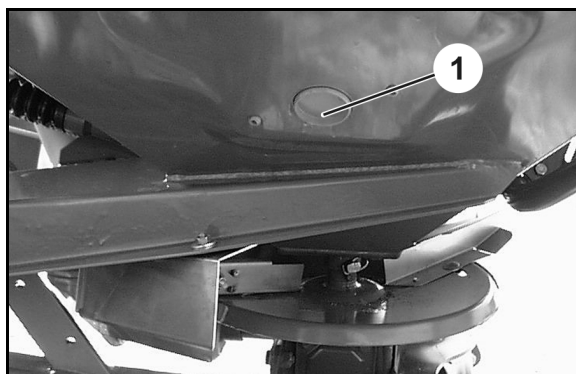

Fig. 41
1. Fjern plastpropperne (Fig. 41/1)